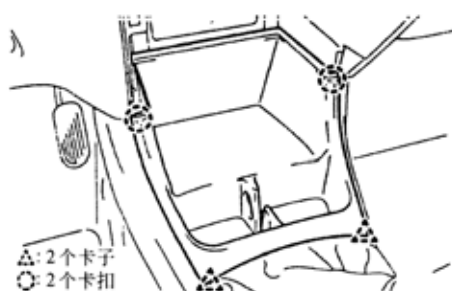

图 9-119
- (5)向后拉出仪表板总成，把它拆下来。
- 18)拆下控制台盖。松开 2 个卡子和 2 个卡扣，拆下控制台盖，如图 9-119 所示。